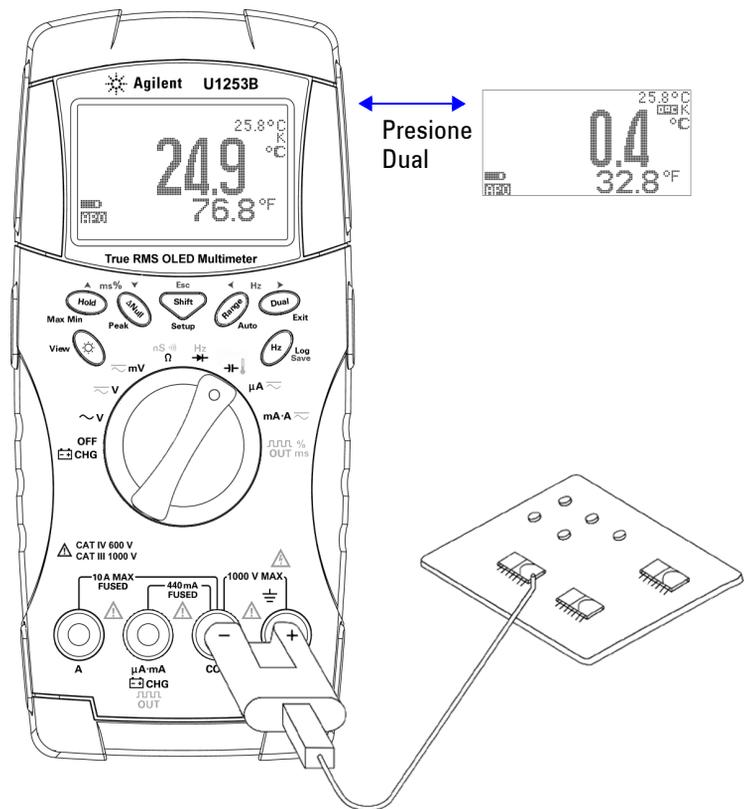

Figura 2-14 Medición de temperatura de superficie
- 3 Conecte el adaptador del termopar (con la sonda de termopar conectada a él) en las terminales de entrada **TEMP (rojo)** y **COM (negro)** (tal como se muestra en la Figura 2-14 en la página 53)